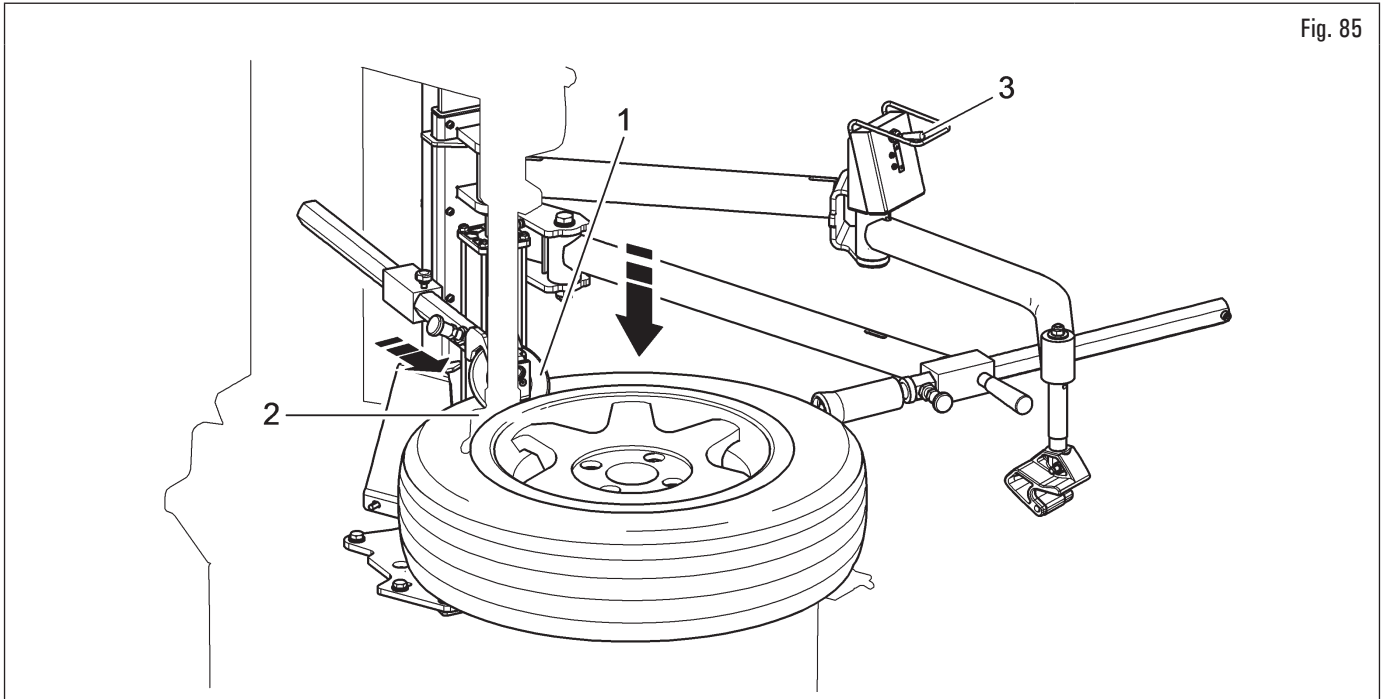

Fig. 85
6. posicionar el disco presiona-talón inclinado (Fig. 85 ref. 1), como indicado en figura, en proximidad de la cabeza útil (Fig. 85 ref. 2). Bajar el neumático a través del disco presiona-talón inclinado (Fig. 85 ref. 1) (bajando la relativa palanca de la unidad de control (Fig. 85 ref. 3)), hasta que la cabeza útil pueda posicionarse fácilmente en el borde del llanta (Fig. 85 ref. 2). Luego bloquear la cabeza útil;
8. levantar el dispositivo accionando hacia arriba la relativa palanca (Fig. 85 ref. 3); luego desplazar atrás el disco presiona-talón inclinado (Fig. 85 ref. 1) para evitar riesgos de interferencia con el neumático;